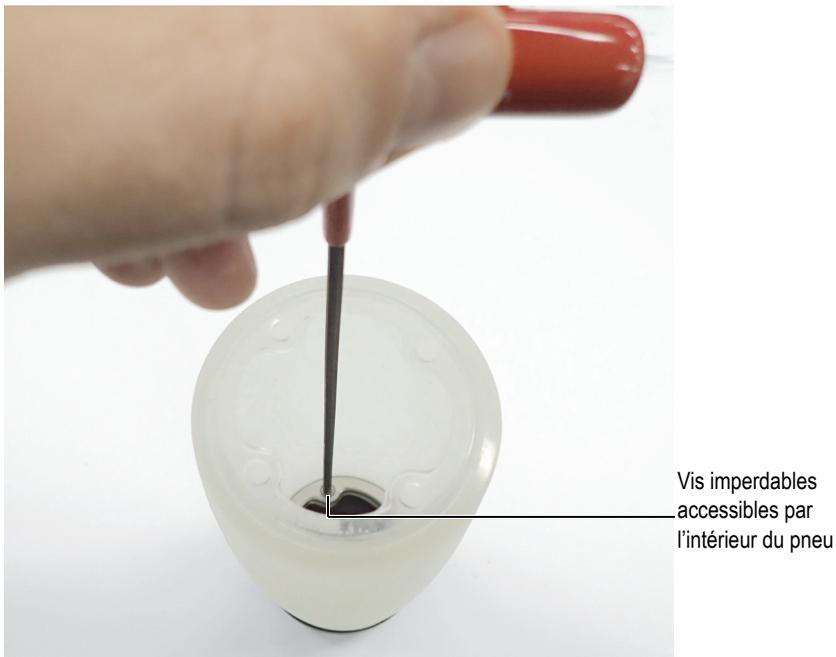

Figure 6-27 Serrage des vis imperdables du moyeu avec régulateurs de débit par l'intérieur du réservoir
- b)* En procédant par l'intérieur du réservoir, vissez les quatre vis imperdables sur la bague selon un ordre de vissage en croix; vissez-les d'abord délicatement, et ensuite fermement (Figure 6-27 à la page 108).